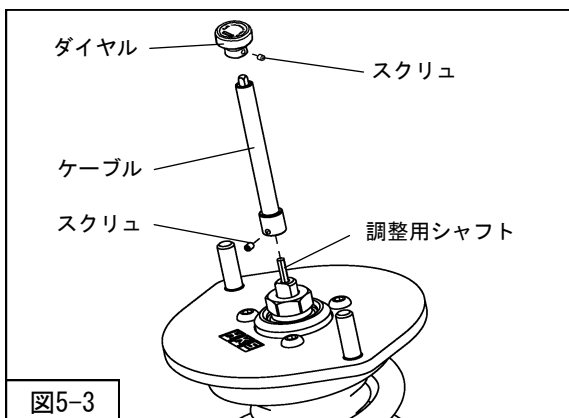

図5-3
2. 減衰力調整ケーブル(同梱品)からダイヤルを取外し、リアサスペンションASSY先端の調整用シャフトにケーブルを取付けてください。(図5-3)
3. 調整用シャフト側面の平面部にスクリュの位置を合わせ、ケーブルを固定してください。スクリュの締付けは六角レンチ(1.5mm・同梱品)を使用してください。(図5-3)
5. ケーブルにダイヤルを取付け、スクリュで固定してください。スクリュの締付けは六角レンチ(1.5mm・同梱品)を使用してください。(図5-3)